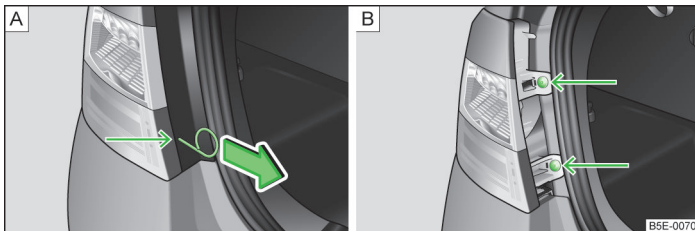

Abb. 219 Abdeckung/Leuchte ausbauen
- > Den Bügel zum Abziehen der Radvollblenden » Seite 221, Bordwerkzeug in die Bohrung an der mit dem Pfeil gekennzeichneten Stelle » Abb. 219 - [A] stecken.
- > Die Abdeckung in Pfeilrichtung » Abb. 219 - [A] abziehen.
- > Die Leuchte mit dem Schraubendreher aus dem Bordwerkzeug abschrauben » Abb. 219 - [B].